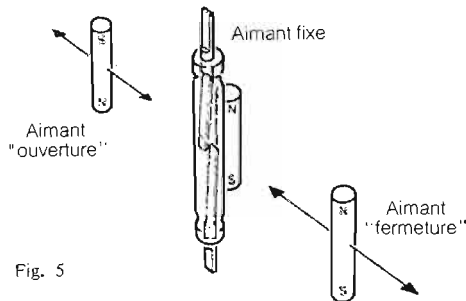

Fig. 5
Si l'aimant est **perpendiculaire** au tube, il traverse successivement deux zones de fermeture (Fig. 2B). La commande peut également s'effectuer par rotation de l'aimant devant le tube, avec l'axe de rotation éloigné de l'aimant (Fig. 5).
**La combinaison d'un aimant fixe et de deux aimants mobiles** représentée sur la figure 5, permet d'obtenir un **contact à mémoire**; l'aimant fixe collé, en effet, sur le tube, a un champ insuffisant pour le fermer, mais suffisant pour le maintenir fermé.